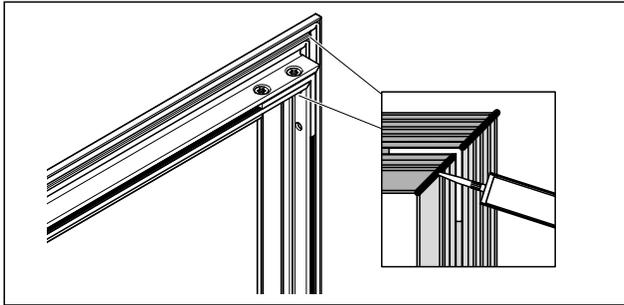

Abb. 30 Die Stöße von innen silikonieren
- Bei der Montage in eine Schallschutzanlage alle Stöße von innen silikonieren (Abb. 30).